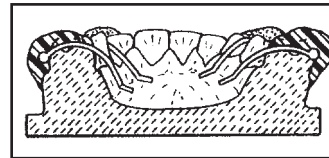

Figure 1 A
1. Préparer les crochets, contentions et rétentions selon la procédure habituelle. Laisser un espace d'environ 0.5 mm (0.02") entre la rétention métallique et la surface du modèle (figure 1 A). Nettoyer entièrement les parties métalliques de l'appareil avec du liquide monomère de méthacrylate de méthyl ou de l'alcool éthylique. Laisser sécher à l'air libre le temps de la préparation du modèle.